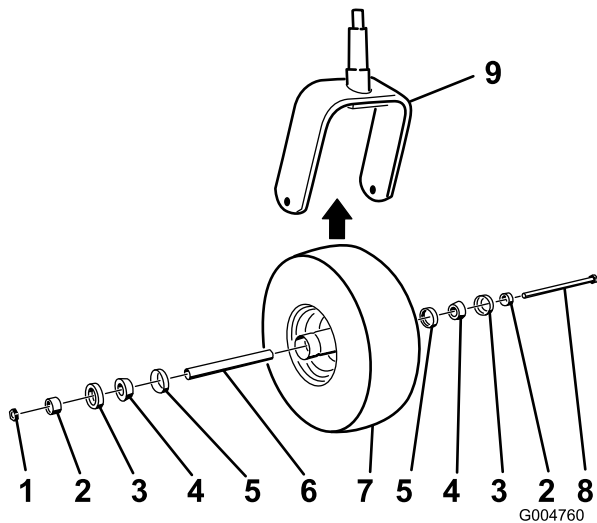

Bild 45
2. Nehmen Sie die Sicherungsmutter von der Schraube ab (Bild 45).
5. Montieren Sie das Laufrad, indem Sie die konischen Lager und Dichtungen, die mit Fett gefüllt sind, in die Radnabe drücken, siehe Bild 45 für die Positionierung.